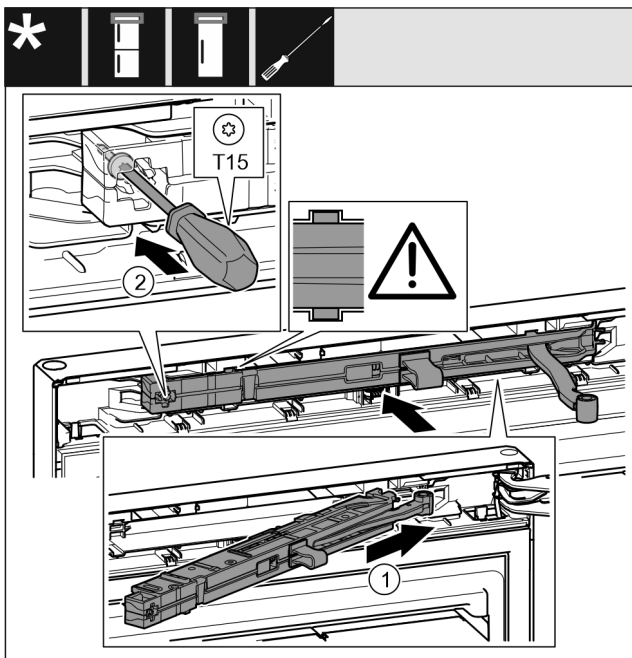

Fig. 24
- ▶ 将托架侧面的关门阻尼单元倾斜插入凹槽直至止挡装置。 Fig. 24 (1)
- ▶ 用 T15 螺丝刀拧紧螺钉。 Fig. 24 (2)